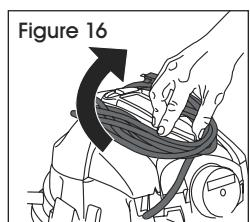

Figure 16
- Saisissez les côtés de l'enrouleur à cordon arrière et tournez dans le sens horaire de 180° pour le remettre dans sa position initiale. (Voir Figure 16)